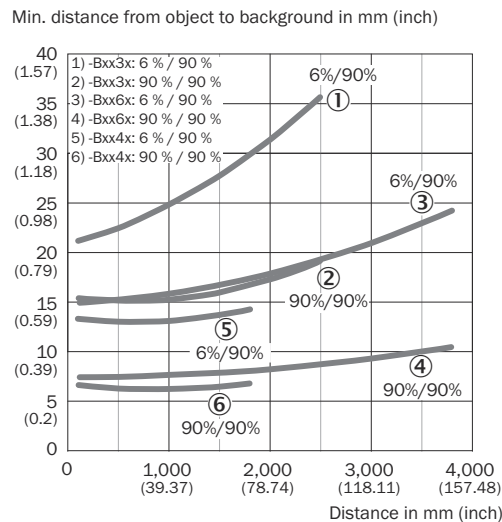

Figura 5: Curva 1
Verificar as condições de uso: equiparar a distância de comutação e distância até o objeto ou plano de fundo, bem como a refletividade do objeto, com o respectivo diagrama [figura 5] (x = distância de comutação, y = distância mínima entre o objeto e o plano de fundo em mm (percentual de reflexão difusa do objeto/percentual de reflexão difusa do fundo) (percentual de reflexão difusa: 6% = preto, 90% = branco (com base no padrão branco da norma DIN 5033))).
A distância mínima (= y) para a supressão do fundo pode ser obtida do diagrama [cp. figura 5 ①] como a seguir: